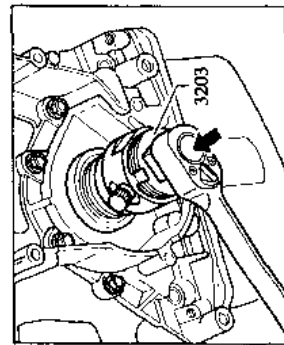

图 1-12 曲轴油封的拔出
4. 如图 1-12, 旋松机油密封圈起拔器 3203 的内部部件 9 圈 (约 20mm), 并且用滚花螺丝锁止。润滑油密封圈起拔器 3203 的螺纹头部, 把它放在正确的位置上, 并且施加压力, 旋转至进入机油密封圈为止。松开滚花螺丝并且顶住曲轴旋转拔出器的内部元